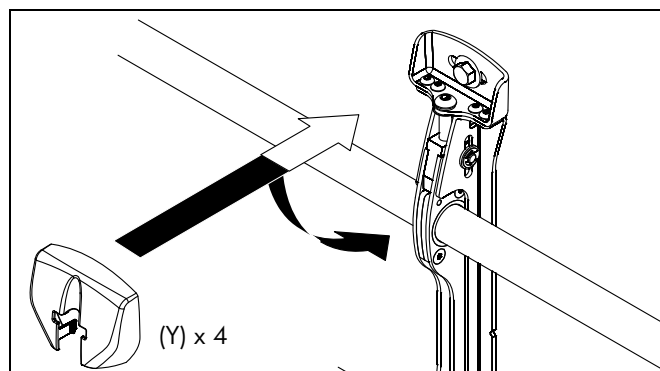

рис. 10
- (Только для LSMVU) Прикрепите крышки настенных кронштейнов (Y) к верхней и нижней части обоих настенных кронштейнов. (См. рис. 10)